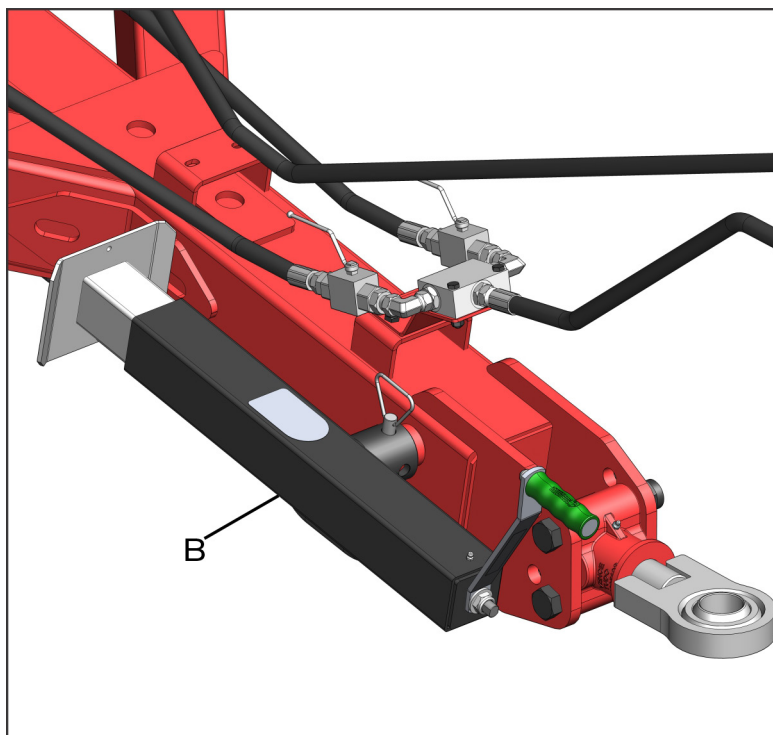

fig. 06
Después, se debe colocar en la posición de reposo (B) (fig. 06).